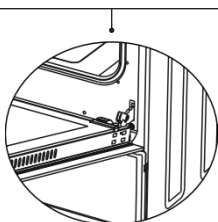

Imagen 1.2
3. A continuación, proceda a desbloquearla levantando los pequeños ganchos con un destornillador (imagen 1.2).